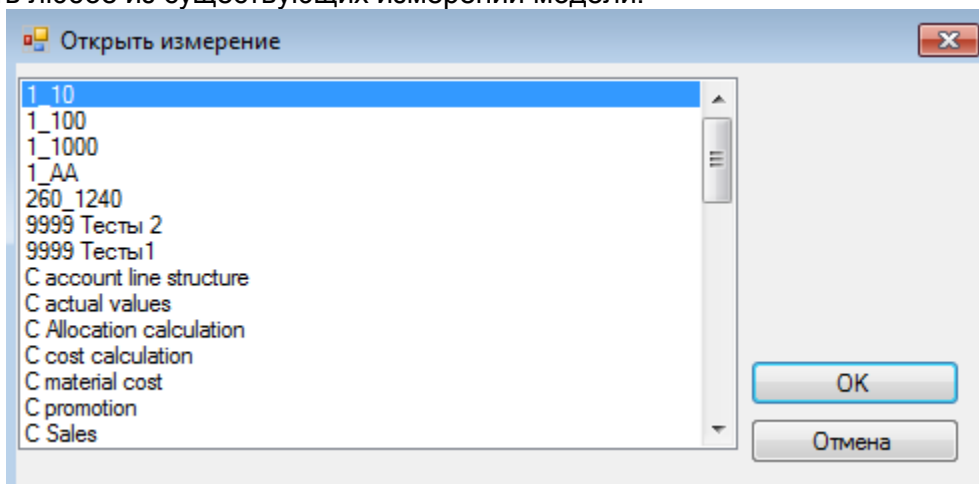

Рисунок 6. Окно **Открыть измерение**.
- Открыть измерение – открывает диалоговое окно (рисунок 6), в котором можно выбрать и открыть любое из существующих измерений модели.